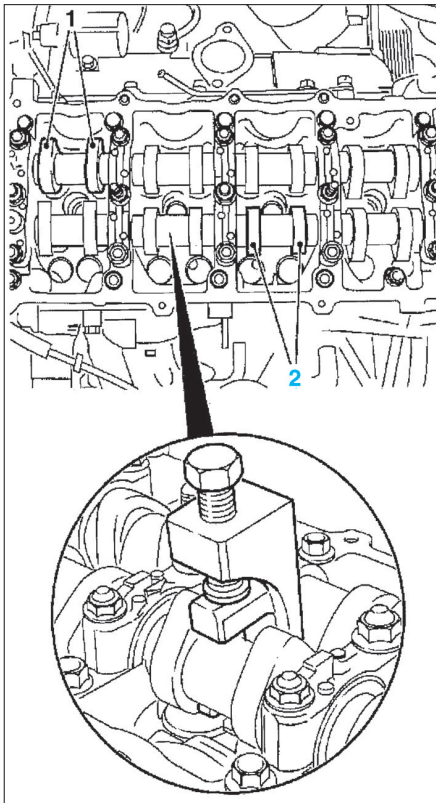

FIG. 14
- Tourner le vilebrequin dans le sens de rotation du moteur jusqu'à ce que les paires de cames (1) et (2) soit en haut (fig. 14).
- À l'aide de l'outil Opel KM-6090 (fig. 14), comprimer le poussoir jusqu'à pouvoir dégager en faisant lever avec un petit tournevis, la pastille de réglage.